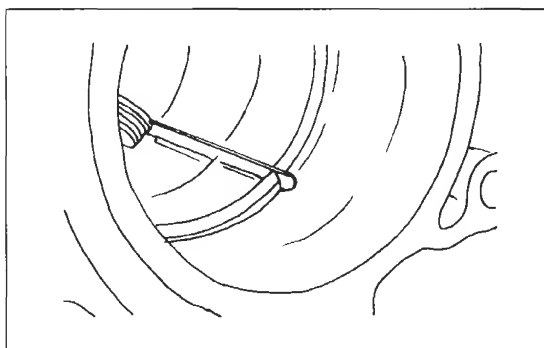

Bild 120
-  Kolbenringe einzeln in Zylinder schieben, rechtwinklig zur Zylinderbohrung mit Kolben ausrichten. Mit Fühlerlehre Stoss-Spiel ausfühlen (Bild 120). Sollwert erster Ring 0,30 – 0,45 mm; zweiter Ring 0,20 – 0,35 mm.